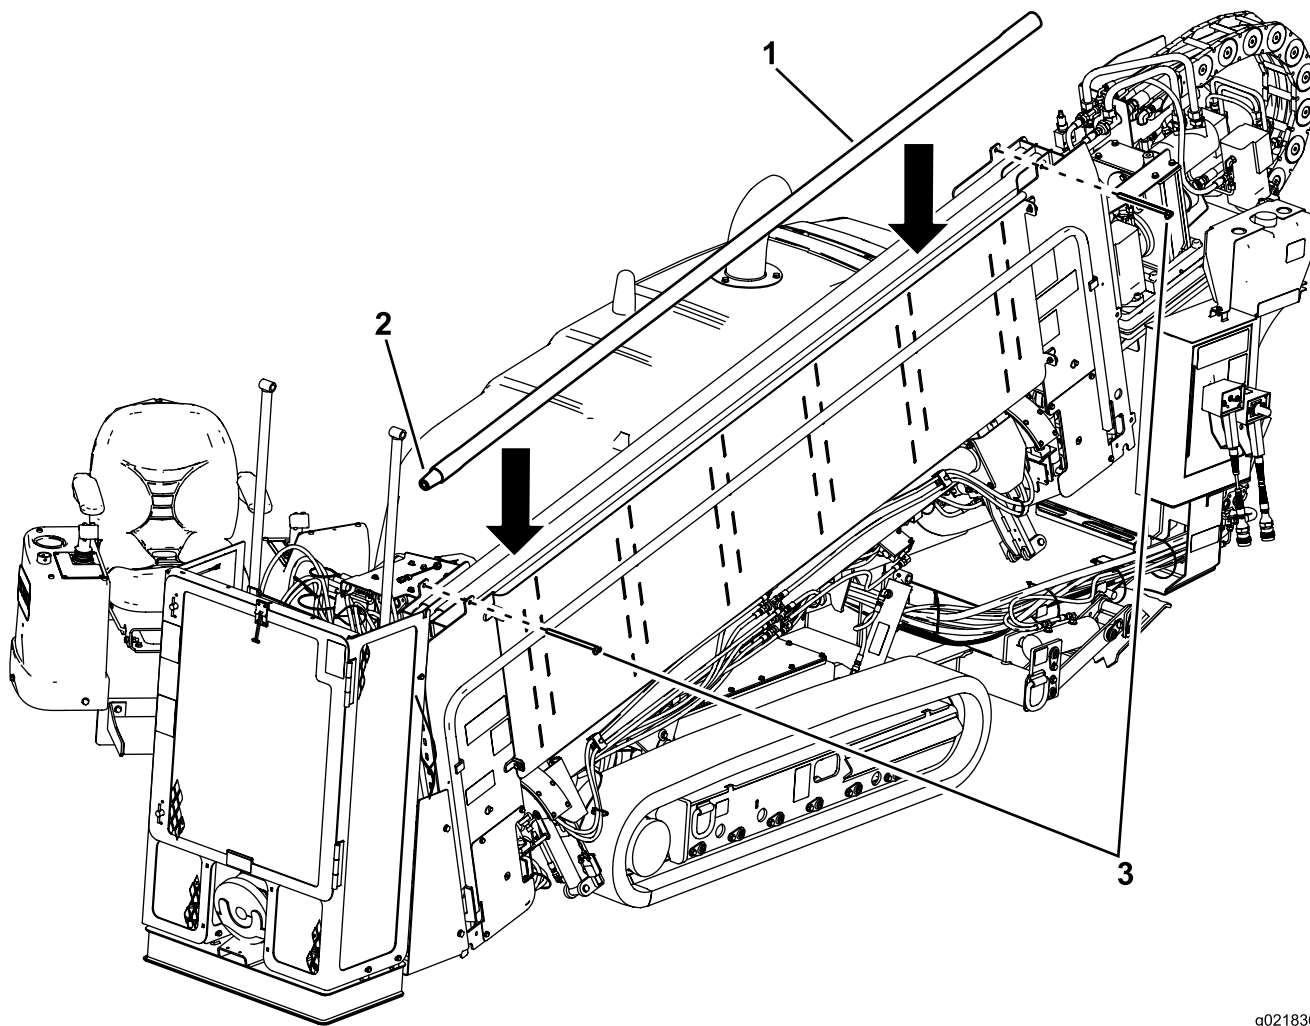

Figure 66
1. Retirez les axes de chape du porte-tiges (Figure 66).
2. Insérez les tiges par le haut en dirigeant l'extrémité filetée mâle des tiges vers l'avant de la machine (Figure 66).